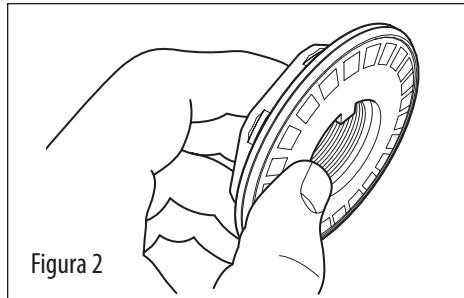

Figura 2
- Asiente la arandela plana sobre el dorso de la tuerca de husillo (vea la figura 2).